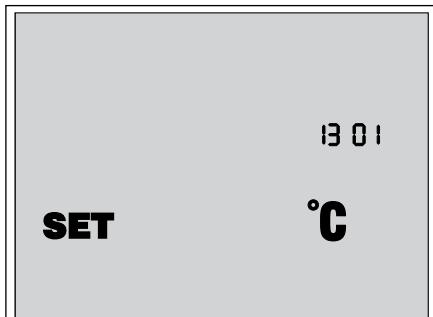

Рис. 15. Версия ПО
- Нажмите кнопку для отображения на дисплее панели управления кода платы контроллера и кода версии программного обеспечения (рис. 15).